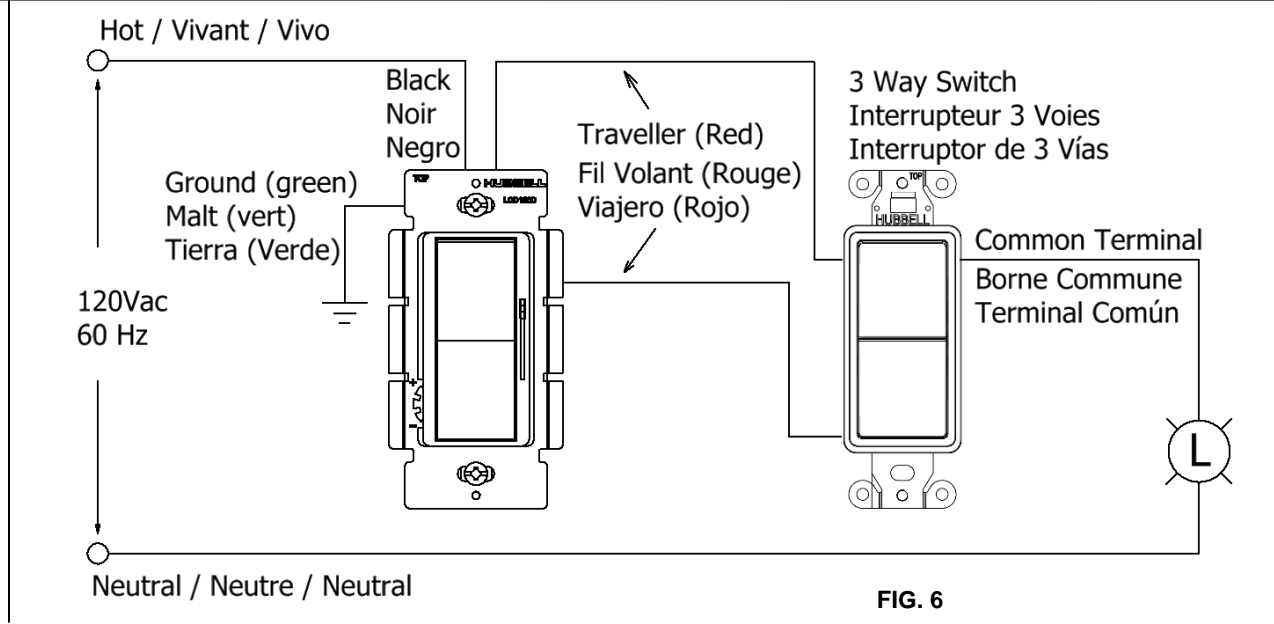

FIG. 6
- 5B. Cableado de 3 vías. Conectar los cables según el diagrama (FIG 6) de la siguiente manera:
5B. 3-way wiring. Connect wires per diagram (FIG 6) as follows: